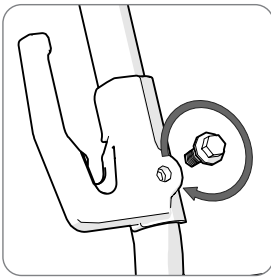

Abb. 5
- Entfernen Sie die beiden Befestigungsschrauben. **(Abb. 5)**